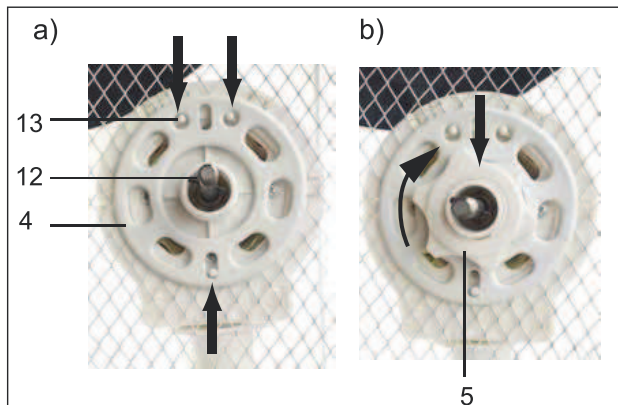

Fig.2: Montage hinteres Schutzgitter
2. Drehen Sie das Ganze um, so dass jetzt die Unterseite des Sockels und der Basis zu sehen ist, Abb. 2, b).
3. Schrauben Sie die Basis mit den Kreuzschlitzschrauben (2) im Uhrzeigersinn fest.
4. Schieben Sie das hintere Schutzgitter (4) auf die Achse (12) und die Zentrierstifte (13) des Motorblocks. Siehe Abb. 2, a).
5. Schieben Sie die Sechskantmutter (5) auf die Achse vor das hintere Schutzgitter und drehen Sie diese im Uhrzeigersinn fest. Siehe Abb. 2, b).